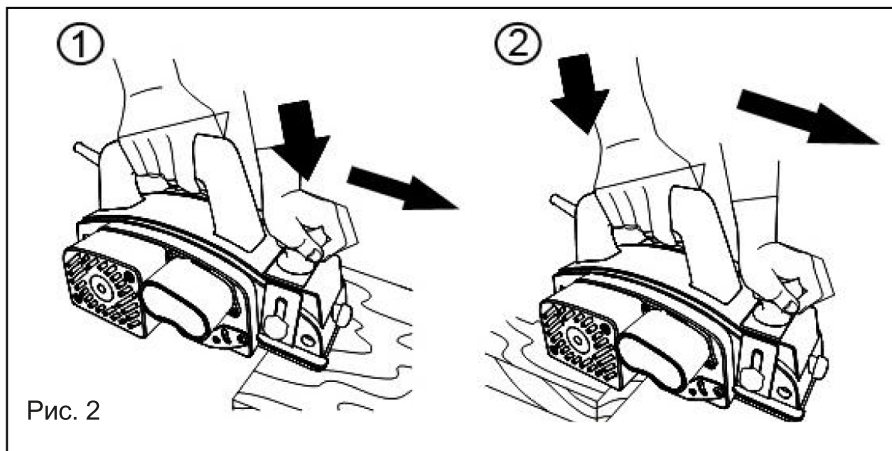

Рис. 2
- Медленно и равномерно перемещайте рубанок вперед. При начале строгания приложите давление на переднюю часть рубанка, при окончании – на заднюю часть (Рис.2).
Глубина строгания рубанка определяется разницей установки между регулируемой передней частью подошвы скольжения и постоянной (неподвижной) задней частью подошвы рубанка (Рис.2).